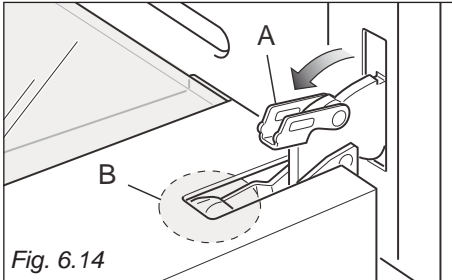

Fig. 6.14
- Låskrokarna "A" öppnas på vänster och höger sida (Fig. 6.14).
- Försiktigt stängs ugnsluckan tills låskrokarna "A" fästas på gångjärnet "B" på ugnsluckan (Fig. 6.14, 6.15).